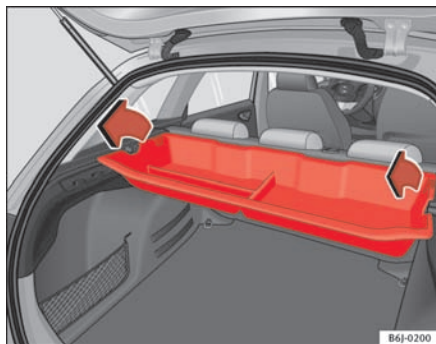

Fig. 91 Sådan afmonteres opbevaringsrummet.
- Tag bagagerumsafdækningen ud, og træk opbevaringsrummets ender opad ⇒ fig. 91.